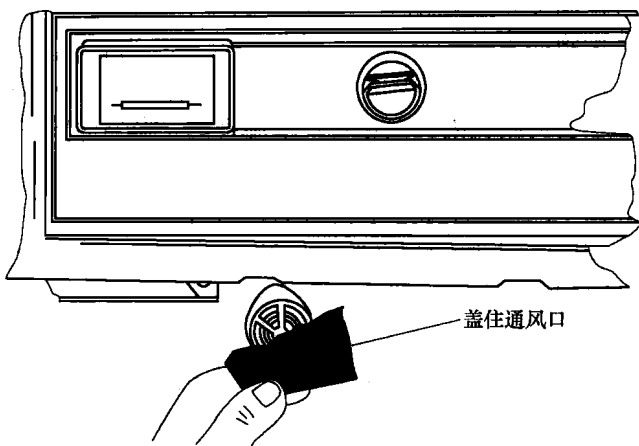

图 1-23 车内温度传感器通风装置检测
2) 将一小纸片($5\text{cm} \times 5\text{cm}$)靠近前车内温度传感器,如图 1-23 所示,若纸片被吸住,车内温度传感器强制通风装置良好。若没有被吸住,对吸气器型车内温度传感器,检测抽风管道是否密封;对电动机型车内温度传感器,检测车内温度传感器抽风机及线路。该抽风机一般都由空调电脑来控制,在空调系统工作或点火开关打开或车门打开时,抽风机就运转。